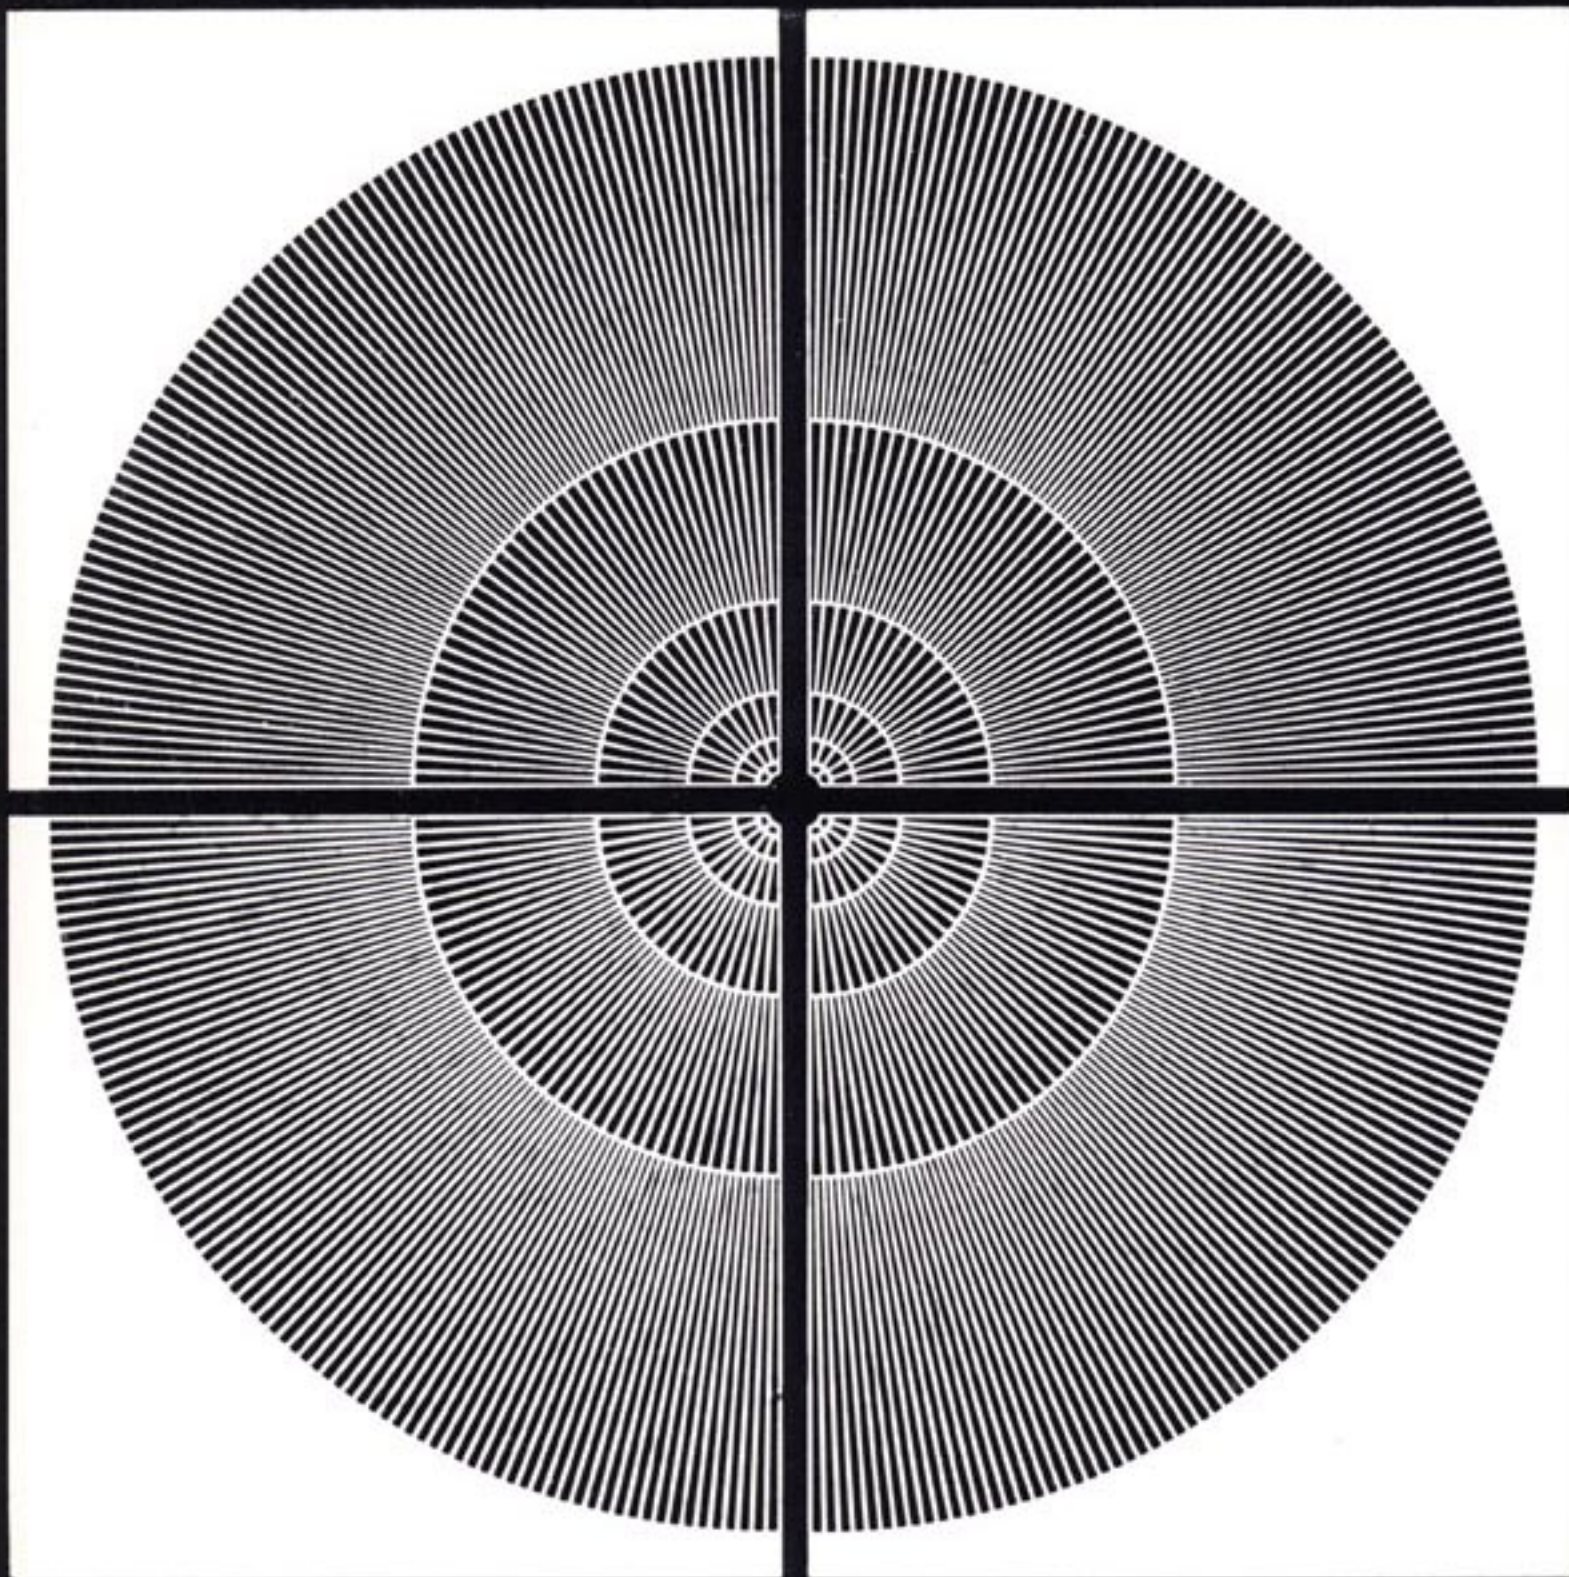

Figura 1 - Armonia grafica di una cella fotosensibile per la conversione di energia solare in energia elettrica
- Figura 1 Armonia grafica di una cella fotosensibile per la conversione di energia solare in energia elettrica